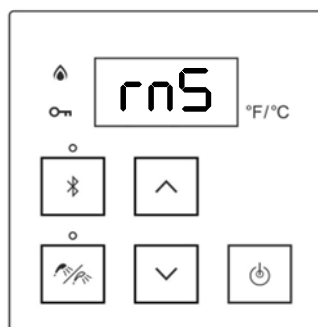

Figure 78
14. Après 60 minutes de rinçage, l'écran affiche « rn5 » (rinçage) (figure 78) et un bip se fait entendre.